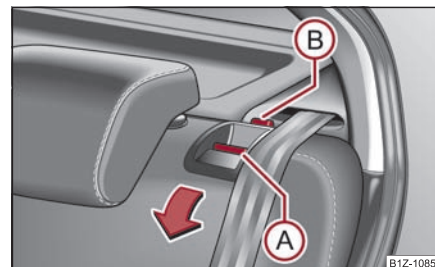

Fig. 81 Desbloquear el respaldo
- Presione el botón de desbloqueo (A) y abata el respaldo del asiento hacia delante ⇒ fig. 81.
- Cerciórese de que la espiga roja **B** está cubierta ⇒ página 83, fig. 81.